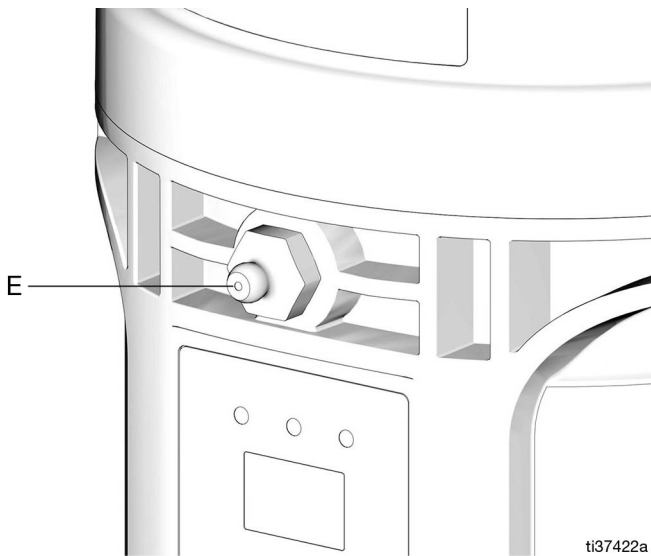

FIG. 19
1. Raccorder le flexible de remplissage au raccord d'entrée de remplissage Zerk (E) (FIG. 19).